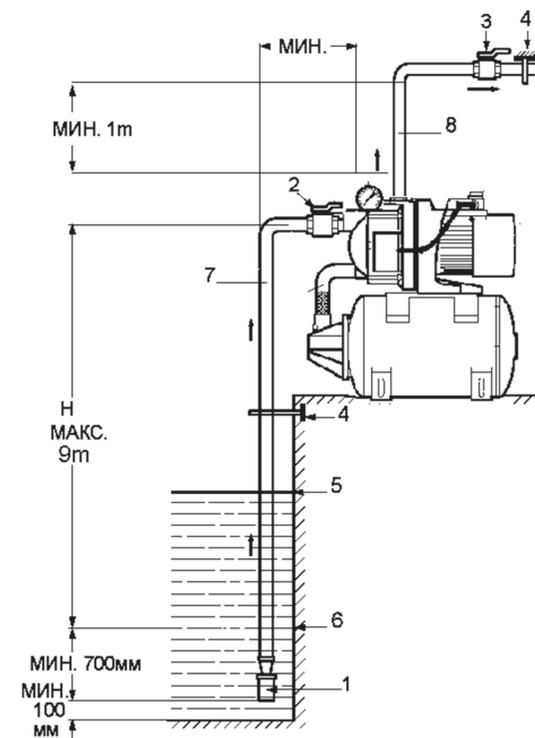

рис. 2
Использование насосной станции в режиме всасывания при заборе воды из колодца или резервуара (рис. 2).
2. Закройте задвижку напорного трубопровода (рис.2-п.3).